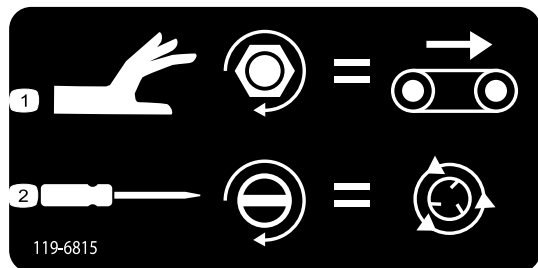

Figura 47
- Para ajustar a velocidade da passadeira (Figura 47), rode o manípulo no sentido dos ponteiros do relógio. Utilize a velocidade máxima de deslocação do sistema de operação de codificação por cores quando não tiver fluxo hidráulico. Esta definição é útil quando a tremonha estiver cheia de areia.
- Para ajustar a velocidade do rotor (Figura 47), utilize uma chave de fendas de cabeça chata para aumentar a velocidade do rotor rodando o parafuso no sentido dos ponteiros do relógio ou diminua a velocidade do rotor rodando o parafuso no sentido contrário ao dos ponteiros do relógio.